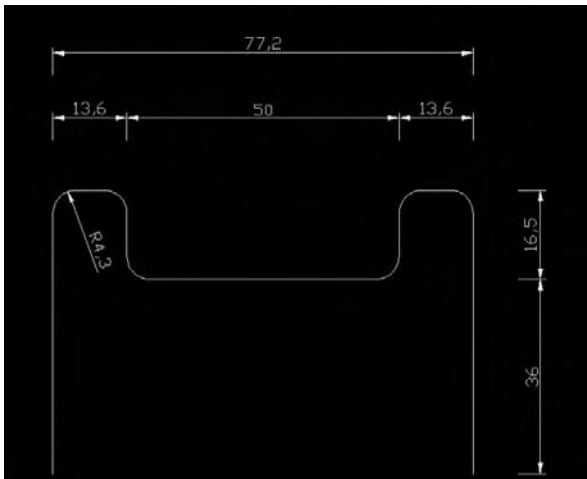

Fig.17.2
- 3 Tracez la trajectoire pour la structure avant du siège, selon les dimensions de la figure 17.2. Tous les raccords ont le même rayon. L'ensemble doit former une polyligne.